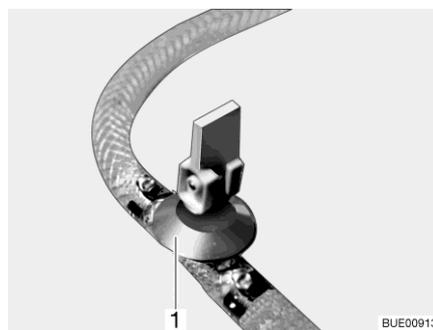

Bild 137 Ablasshahn
- Ablasshahn/Ablasshähne schließen. Dazu den Kipphebel (Bild 137,1) waagrecht stellen.
- Ablasshahn/Ablasshähne (Bild 137) öffnen. Dazu den Kipphebel (Bild 137,1) senkrecht stellen. Der Boiler wird nach außen entleert.